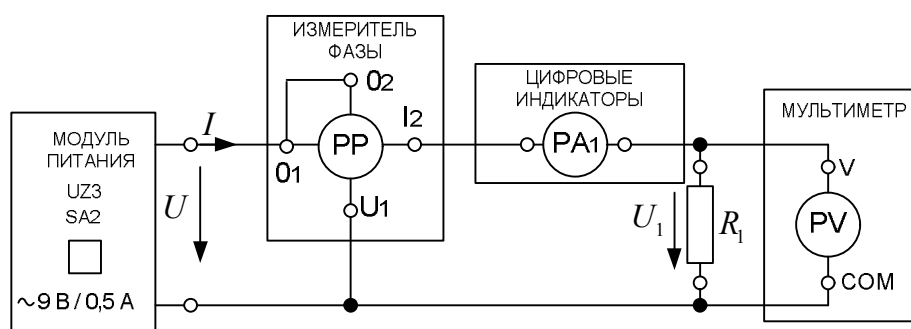

Рис. 1.4. Схема опыта 3
1) Собрать электрическую цепь по схеме, приведенной на рис. 1.4. Тумблер  $SA2$  модуля *Измеритель фазы* установить в положение  $I_2$ .